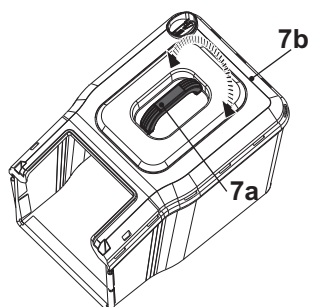

Fig. 6
2. A pega de transporte (7a) já está pré-montada na cobertura superior (7b) e a sua posição é rotativa para se adaptar ao uso pretendido (Fig. 6).
3. O coletor de relva (7) está pronto a ser utilizado.